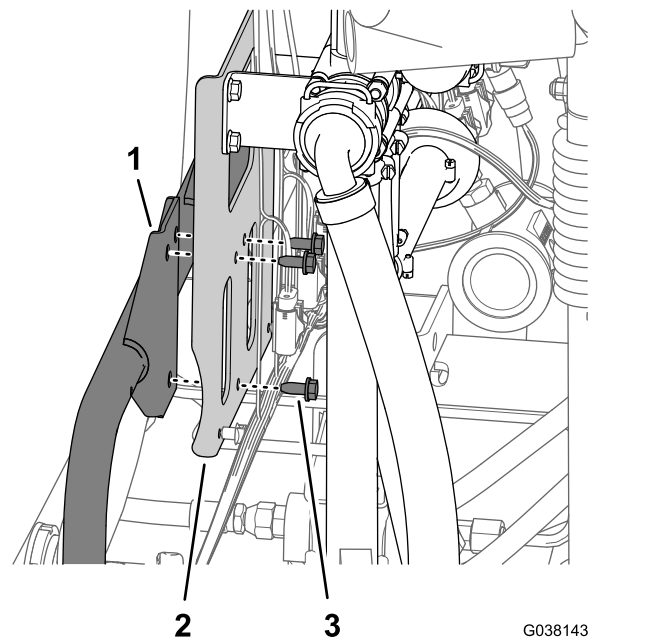

Figura 26
1. Supportando la staffa delle valvole dell'agitatore, di frequenza e di irrorazione principali, rimuovete i 3 bulloni a testa flangiata (5/16 x 3/4") che fissano la staffa al supporto (Figura 26).